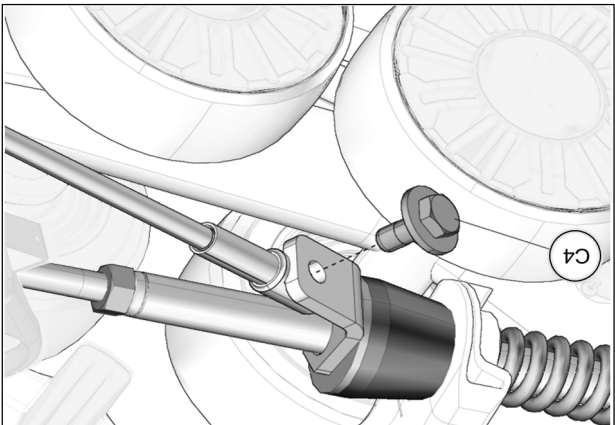

Fig. 25
16. Tourner légèrement le volant dans le sens contraire jusqu'à ce que le câble puisse être fixé à la plaque de support en utilisant le boulon (C4) fourni. Serrer à un couple de 35 N•m [24 lb•pi]. Voir la Fig. 25. Effectuer le même exercice du côté droit.